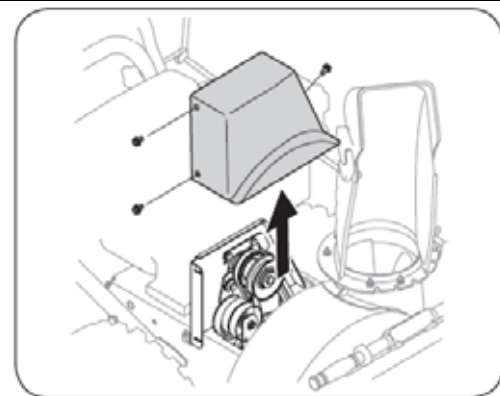

Рис. 30
3. Отверните три самореза, фиксирующие пластиковую крышку ремней, расположенную около двигателя, и снимите её (см. Рис. 30).